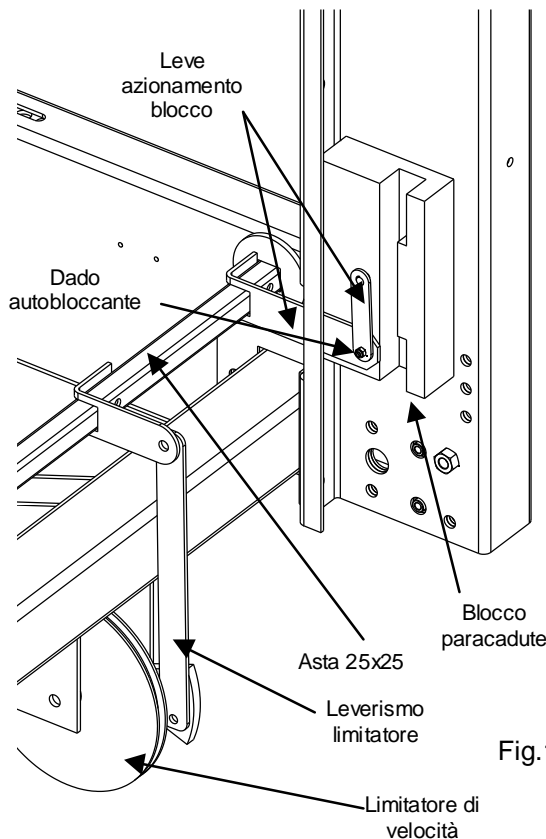

Fig.11
- Montare il leverismo del blocco paracadute come indicato in **fig. 11**
- Montare il leverismo del limitatore di velocità come indicato in **fig. 11** utilizzando gli appositi **DADI AUTOBLOCCANTI** per permettere la rotazione dei vari elementi.